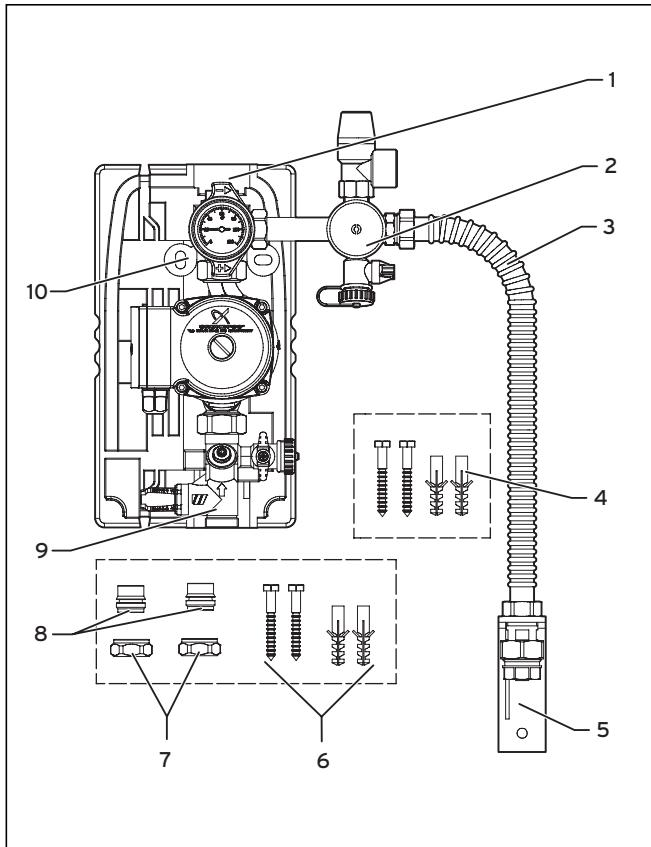
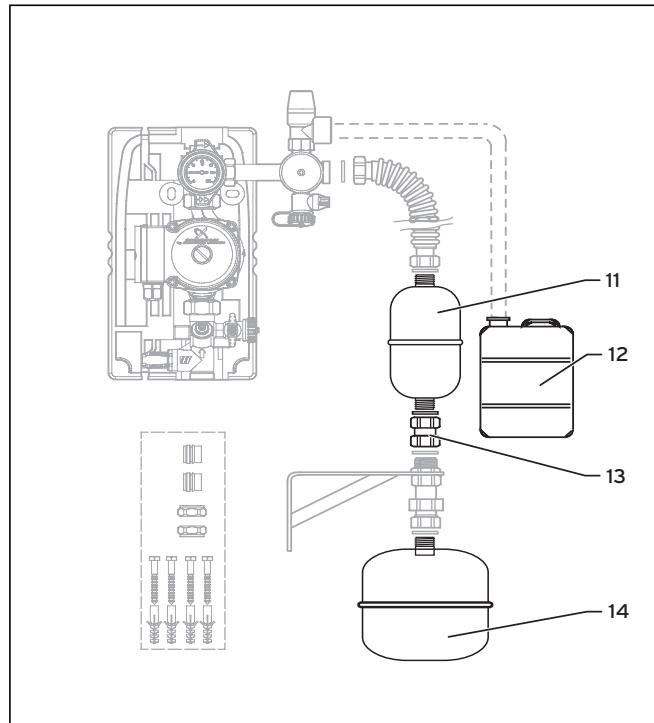

Abb. 3.1 Übersicht der Einstrang-Solarstation 6 l/min
Abb. 3.2 Übersicht der Zubehör
Anstelle von Kupferrohren mit 22 mm Durchmesser können Sie auch Rohre mit 18 mm Durchmesser anschließen. In diesem Fall benutzen Sie die beiliegenden Reduzierstücke 22-18 (8, Abb. 3.1) mit integriertem Klemmring.
- Verbinden Sie das Rücklaufrohr Speicherkreis (9, Abb. 3.1) mit dem Rücklauf Solar am Kombispeicher.
- Montieren Sie die Sicherheitsgruppe (2, Abb. 3.1) mittels der 3/4" Überwurfmutter am dafür vorgesehenen Anschlussstutzen oberhalb der Pumpe.
- Führen Sie die Abblaseleitung mit Gefälle zu einem geeigneten Auffangbehälter (12, Abb. 3.2).
Optional können Sie zwischen Solar-Ausdehnungsgefäß und Einstrang-Solarstation ein Solar-Vorschaltgefäß (11, Abb. 3.2) mit beigefügter 3/4"-Muffe (13, Abb. 3.2) einsetzen.
- Befestigen Sie die Halterung (5, Abb. 3.1) mit den Dübeln und Schrauben (4, Abb. 3.1) an der Wand.
- Schrauben Sie den Flansch und das Solar-Ausdehnungsgefäß (14, Abb. 3.2) an die Halterung (5, Abb. 3.1).
- Montieren Sie den Wellenschlauch (3, Abb. 3.1).
- Befestigen Sie das Solar-Ausdehnungsgefäß 35 l mit den Dübeln und Schrauben (4, Abb. 3.1) an der Wand.